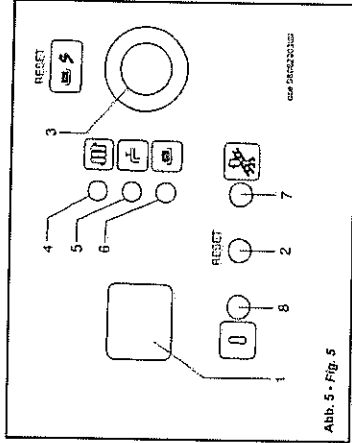

Abb. 5 - Fig. 5
- Um eine Fernsteuerung zu betreiben ist es nötig, daß sich der Wähler in der Position SOMMER befindet. In diesem Fall werden die Kontrollleuchten des Heizkessels (4-5 in Abb. 5) bei Wärmebedarf aus dem Heiz- bzw. Heißwasserlauf blinken. Die Vorrichtungen zur Temperaturregelung auf dem Heizschaltfeld sind in diesem Fall nicht betriebsbereit.